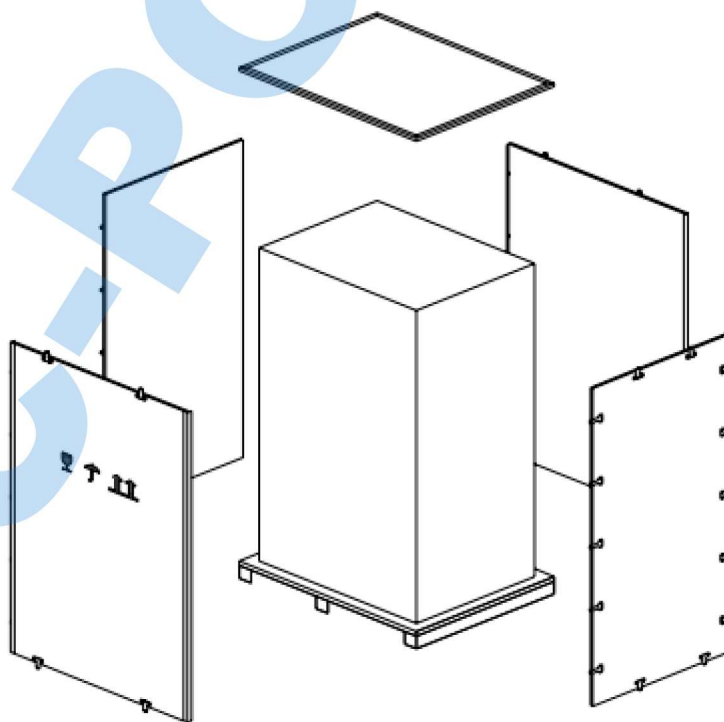

Рисунок 3-3. Разборка защитной упаковки.
3. Снимите верхнюю крышку деревянной защитной упаковки, затем снимите боковые панели (рис.3-3).